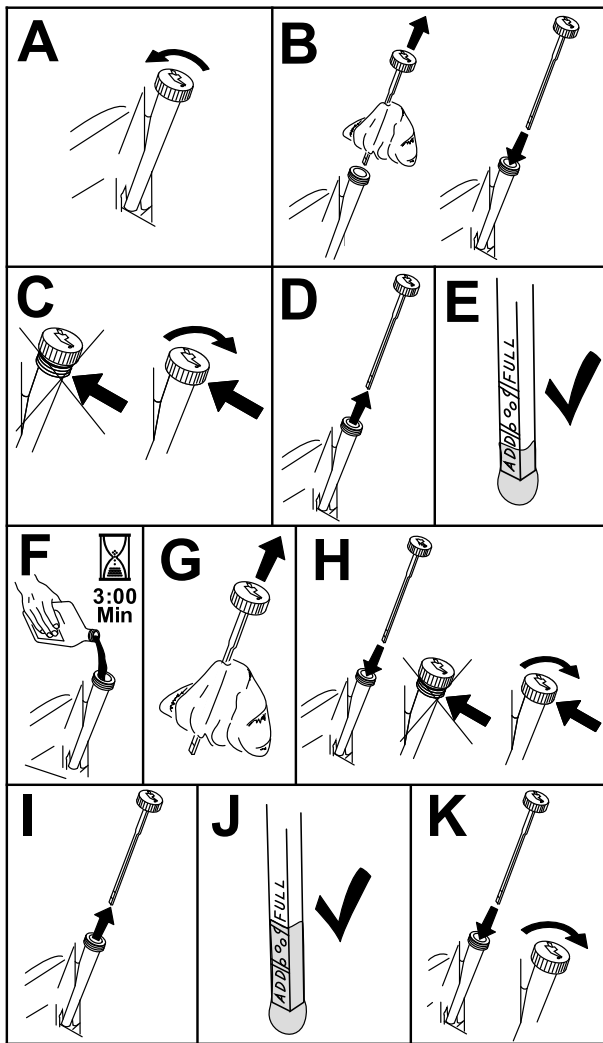

Figure 42
3. Pour éviter de faire tomber de l'herbe, de la poussière, etc., dans le moteur, nettoyez la surface autour du bouchon de remplissage-jauge d'huile, avant de l'enlever (Figure 42).